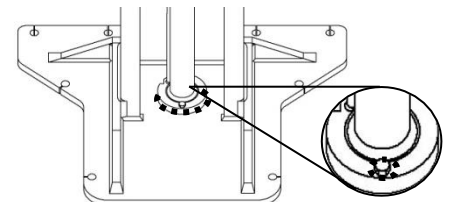

FIGURE 18 : LUBRIFICATION BASE DU CYLINDRE
2. LUBRIFIER LE POURTOUR DU JOINT ENTRE LA BASE DU CYLINDRE ET LA BASE DE LA COLONNE AINSI QUE LE BOULON DE LA BASE DU CYLINDRE AVEC DE L'HUILE À TRANSMISSION AUTOMATIQUE. VOIR **FIGURE 18** EN POINTILLÉ.